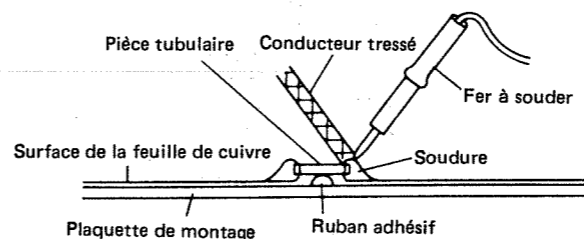

Figure 27-1
- A l'aide d'un fer à souder, chauffer la soudure à chaque borne de la pièce pour qu'elle soit absorbée par le conducteur tressé qu'on y applique. Voir la Figure 27-1.